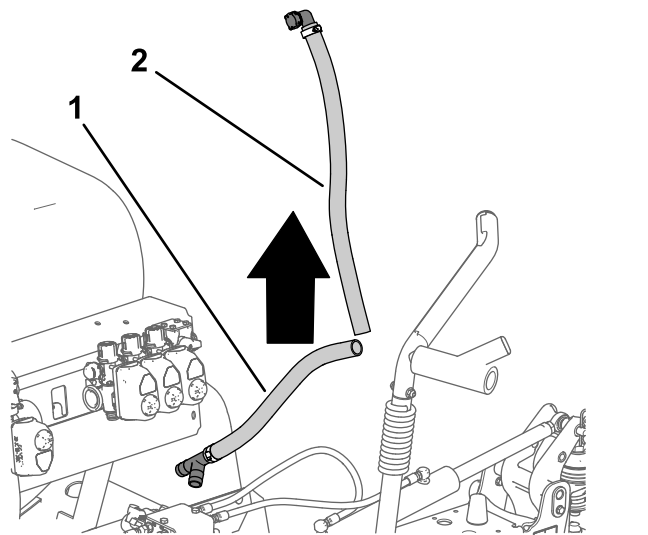

Figure 45
- Déposez les flexibles de dérivation supérieur et inférieur de la machine (Figure 45).